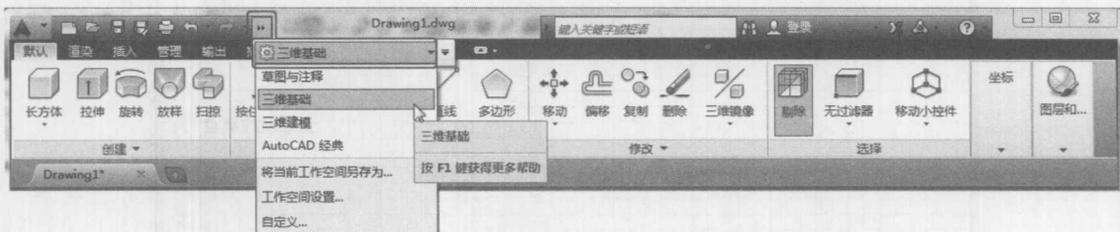

图1-4
- “三维基础”工作空间中,单击快速访问工具栏中的工作空间切换按钮 ,弹出“三维基础”按钮,单击该按钮,在弹出的下拉菜单中选择其他工作空间,如图1-4所示。